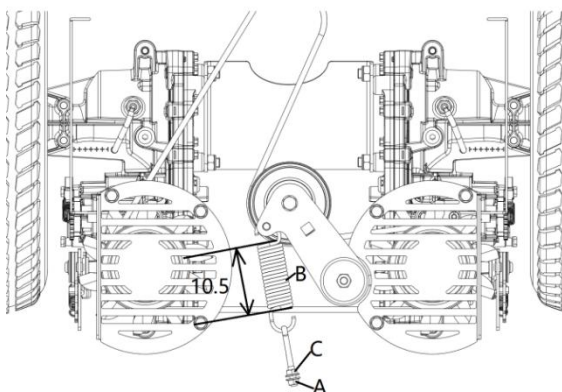

Fig. 20
La méthode est similaire à celle décrite ci-dessus pour le réglage de la courroie de plateau. La longueur du corps du ressort de la poulie de renvoi (B) doit mesurer environ 11 cm pour une tension correcte de la courroie (reportez-vous à la Fig. 20).